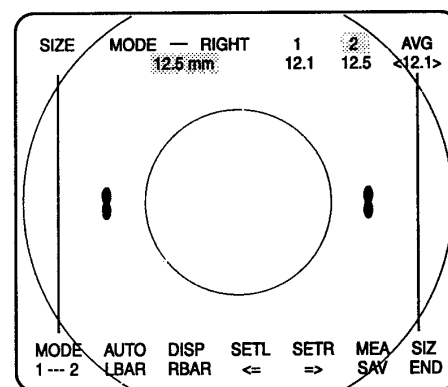

РИС.2
Повторите ввод измеряемого значения, если это необходимо. Повторите пункты (2)-(4) для повторного измерения. (Рис. 2).